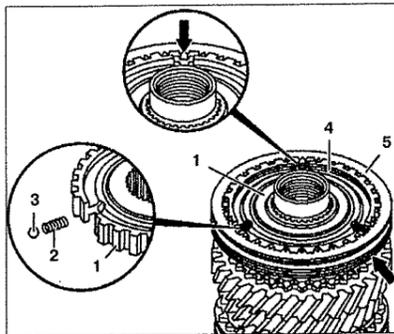

Рис. 6.27. Разборка и сборка шестерни 5-й передачи:
6. Разберите муфту 5 синхронизатора включения 5-й передачи. Для этого извлеките скользящую втулку 5 с корпуса синхронизатора 1 (см.рис. 6.27). Снимите пружину 2 и стопорное кольцо 4.
26. Установите муфту синхронизатора 5. Запрессуйте скользящую втулку 5 на корпус синхронизатора так, чтобы паз (стрелка) совпал с шестерней 5-й передачи (см.рис.6.27). Вставьте пружины 2 в корпус синхронизатора 1. Сожмите пружины 2 и вставьте шарики 3. Вставьте стопорное кольцо синхронизатора. Установите скользящую втулку 4 в нейтральное положение.